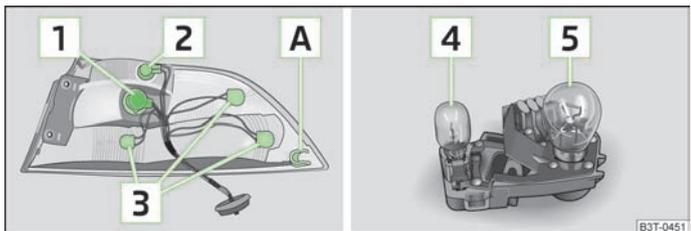

Fig. 193 Parte esterna del gruppo ottico posteriore: Lampade/Parte esterna del gruppo ottico posteriore Lampadine
Riepilogo della posizione delle luci » fig. 193.
- › Per il rimontaggio portare prima il gruppo ottico posteriore con l'alloggiamento **A** » fig. 193 in avanti sul perno della carrozzeria.
- › Estrarre la lampadina difettosa **4** dal supporto e inserire una nuova lampada » fig. 193.